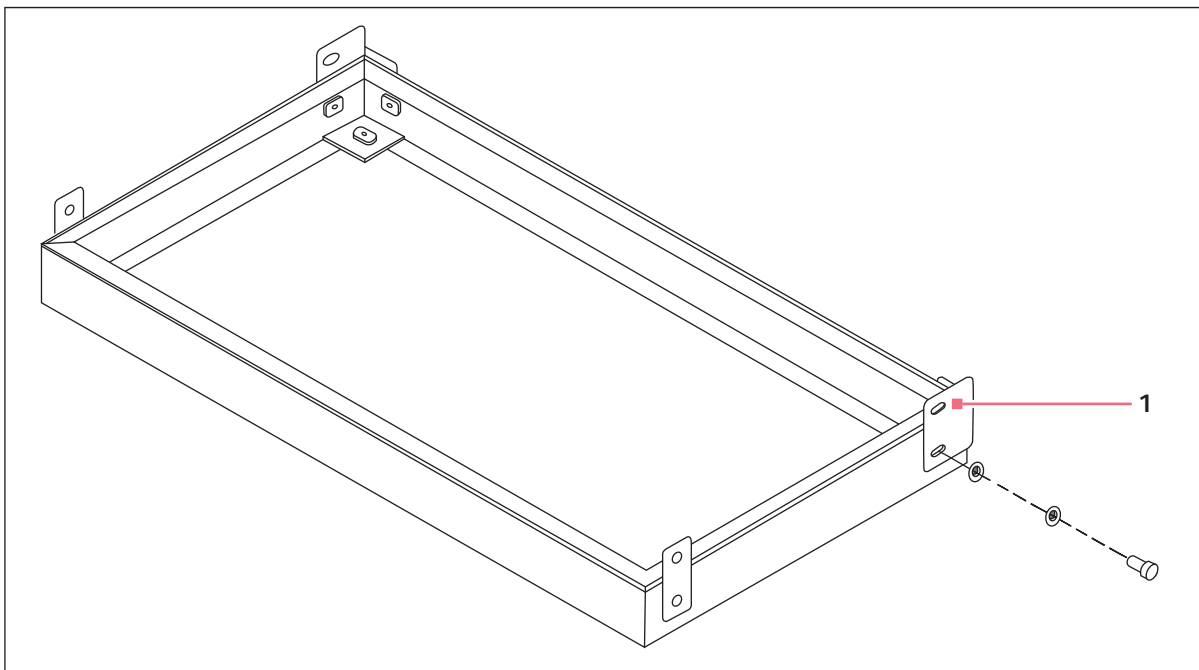
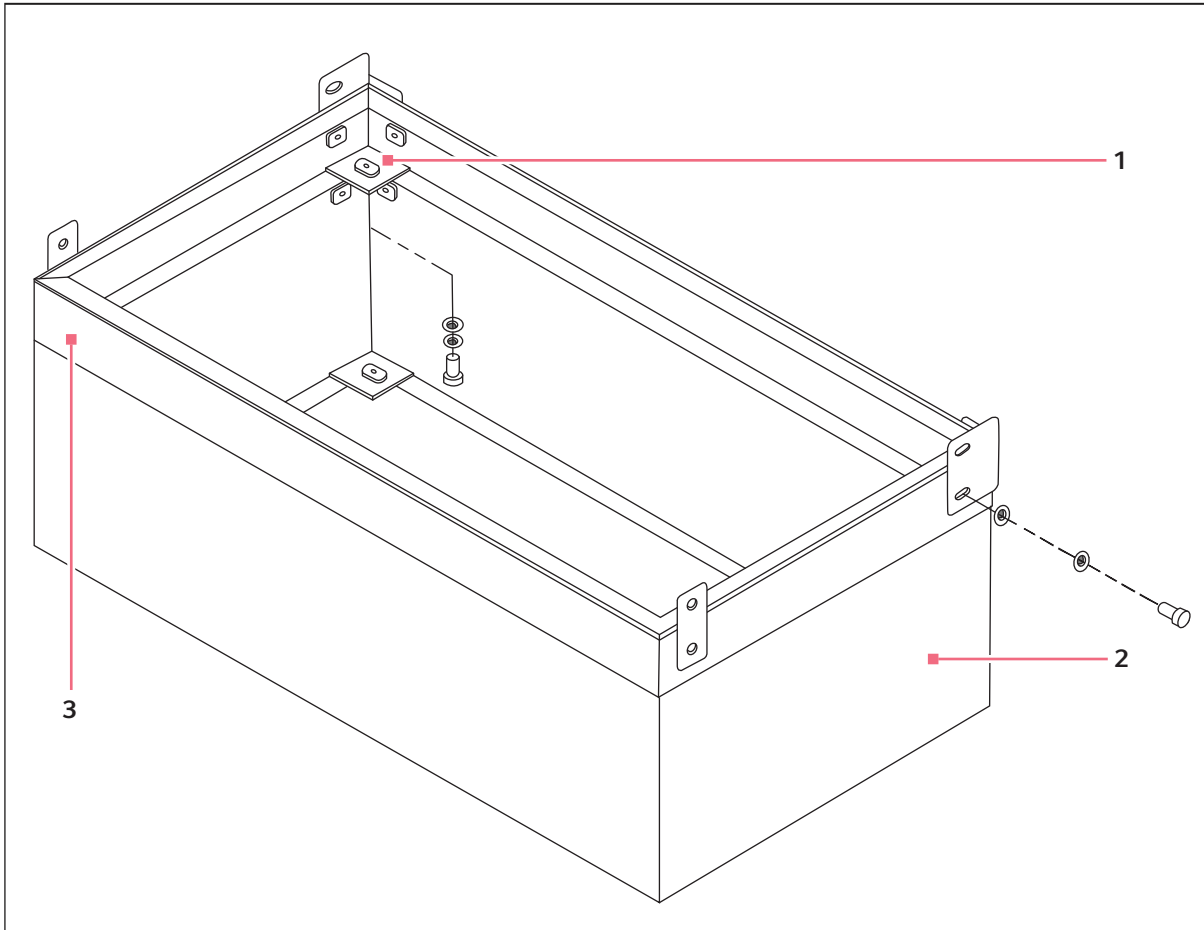

Fig. 4-2: Short Base en option, 10,2 cm (4 po)
Fig. 4-3: Tall Base en option, 43,2 cm (17 in)
3. Si vous montez un agitateur simple, utilisez la base (voir Fig. 4-3 à la page 23) de 43,2 cm (17 po). Fixez l'agitateur sur la base en utilisant le matériel fourni.
4. (voir Fig. 4-2 à la page 22) et (voir Fig. 4-3 à la page 23). En fonction du poids de votre base, installez les renforts latéraux avant et les renforts d'angle arrière sur la base en utilisant le matériel fourni, correspondants aux trous de la base.